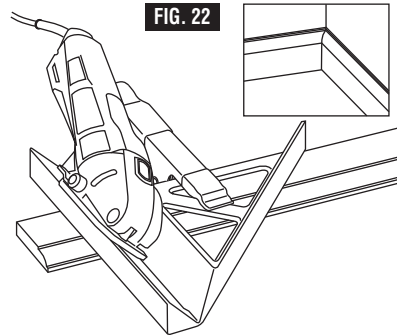

FIG. 22
2. Cortes en bisel de 45°: Mientras utiliza la rueda de corte al ras solamente, coloque la sierra en el riel de corte para completar el corte (Fig. 22).